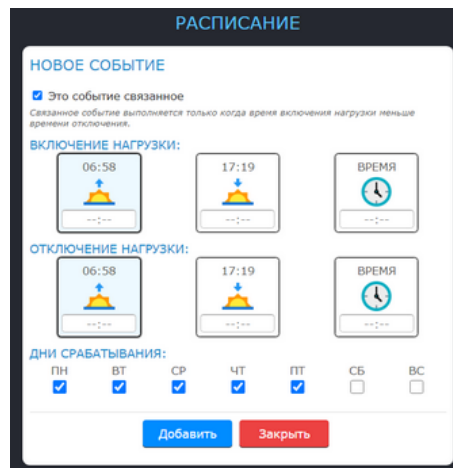

Рисунок 16 – Создание связанного события
- связанное событие (рисунок 16) подразумевает два действия – включить нагрузку в указанное время, а затем отключить нагрузку в указанное время. При этом время включения должно быть меньше времени отключения.